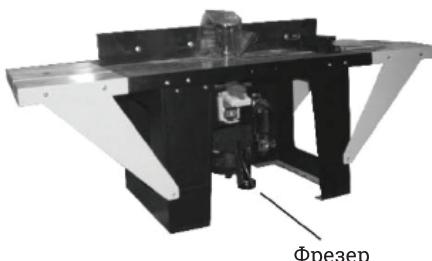

Рис. 3.
Плита (7) с закрепленным на ней фрезером устанавливается снизу опорной плиты (2) фрезерного стола и крепится к ней четырьмя винтами с потайными головками (рис. 3).